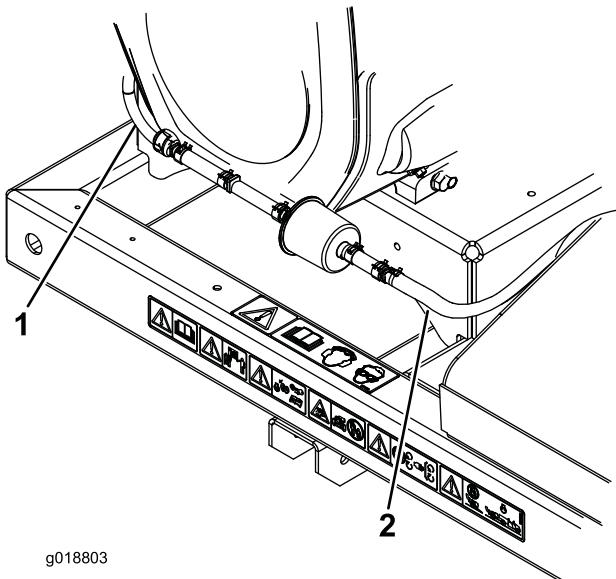

Bild 2
- Schließen Sie das Ende des 76-cm-Schlauchs (30") am Anschlussstück des Aktivkohlefilters an (Bild 2).
- Schließen Sie das Ende des 44-cm-Schlauchs (17,25") am Motoranschlussstück an (Bild 2).